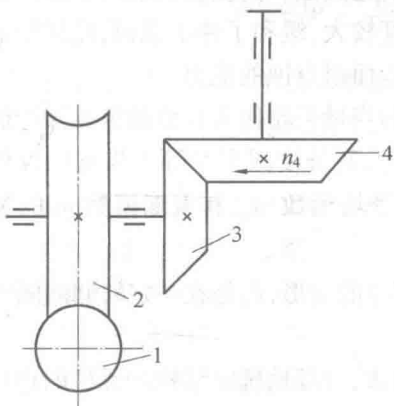

图 1
4. 如图 1 所示的圆柱蜗杆-直齿圆锥齿轮机构传动。已知输出轴上圆锥齿轮 4 的转向如图所示(箭头从右指向左),为使中间轴上的轴向力互相抵消一部分,求蜗杆的转向和旋向,请画出蜗轮所受到的各个力的方向?